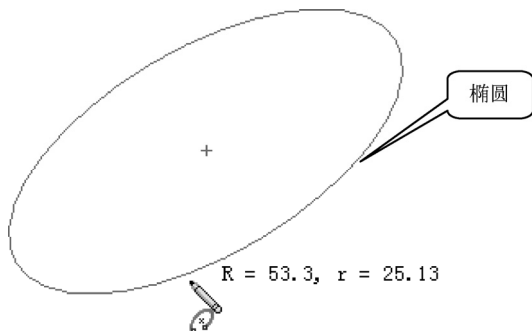

图 2-36 确定部分椭圆的一个轴
STEP 3 单击鼠标确定椭圆的一个轴，此时再移动鼠标指针会拖出一个椭圆，如图 2-36 所示。